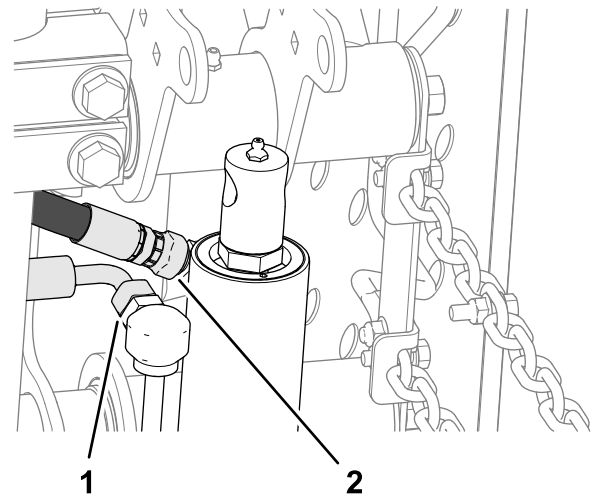

Bild 14
2. Lösen Sie am Hubzylinder das gerade Schwenk-Anschlussstück des Rücklaufschlauchs und das 90° Schwenk-Anschlussstück des Hubschlauchs (Bild 14).